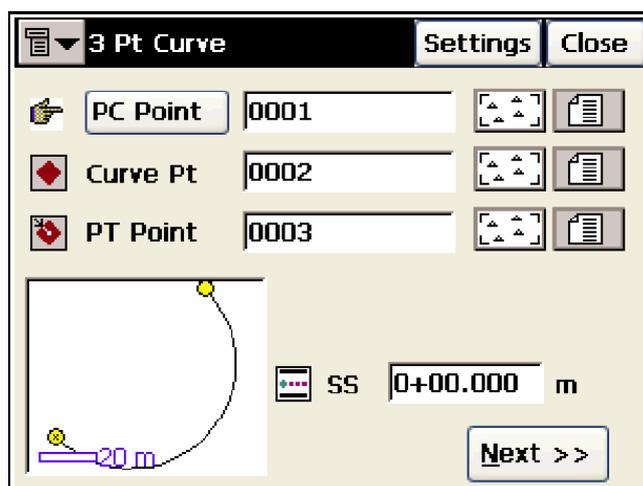

Рисунок 7-21. Кривая по трем точкам
2. В окне **3 Pt Curve (Кривая по 3 тчк)** (рис. 7-21) задайте набор из трех точек, определяющих кривую. Вы можете сделать это вручную, выбрать точки на карте или из списка точек. После этого нажмите **Next (Далее)**. Имеется два варианта: